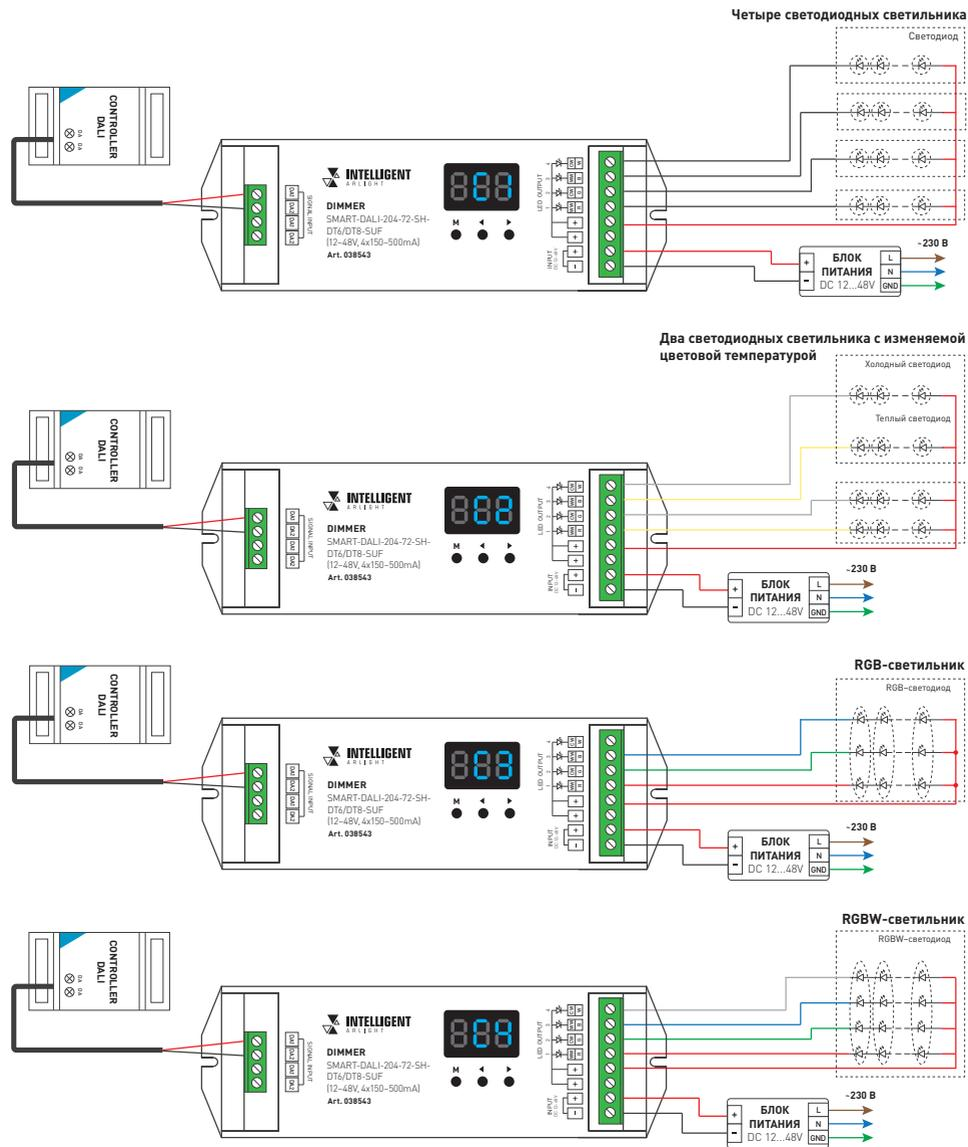

Рис. 1. Пример схемы подключения диммера к светильникам (светодиодным модулям)
- Подключите диммер согласно схеме на рис. 1.